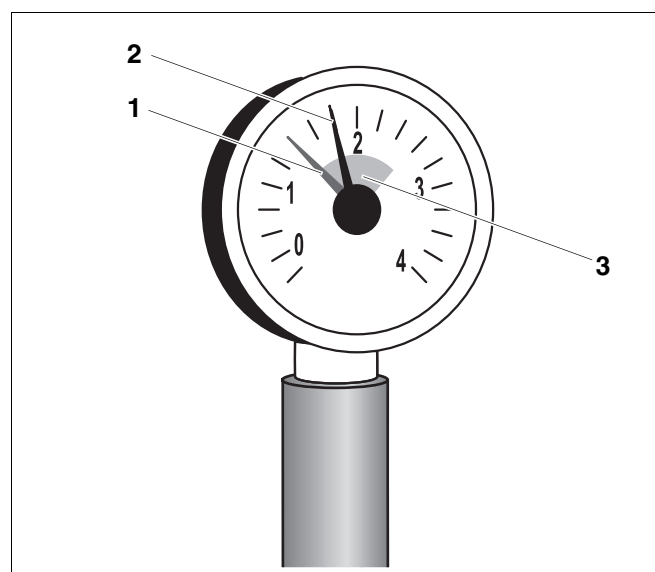

Fig. 5 Manómetro para instalaciones cerradas
En las instalaciones cerradas, la aguja del manómetro (fig. 5, **pos. 2**) debe encontrarse dentro de la marca verde (fig. 5, **pos. 3**). La aguja roja (fig. 5, **pos. 1**) del manómetro debe estar ajustada a la presión necesaria para la instalación.
- Si la aguja del manómetro (fig. 5, **pos. 2**) desciende de la marca verde (fig. 5, **pos. 3**) la presión de agua de la instalación es insuficiente. Agregue agua de rellenado (véase capítulo 3 "Utilización del agua de rellenado y de llenado adecuada", página 7) a la instalación.